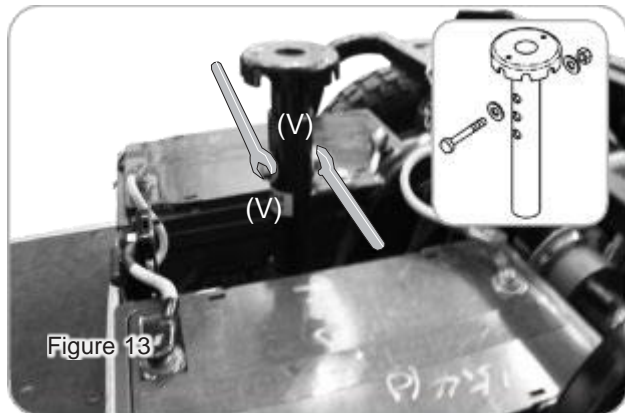

Figure 13
2. Retirez la vis, l'écrou et la rondelle du montant de l'assise (V). (figure 13).
3. Réglez le montant de l'assise (V) à la hauteur souhaitée et fixez-le avec la vis, l'écrou et les rondelles sans laisser de jeu. (figure 13).